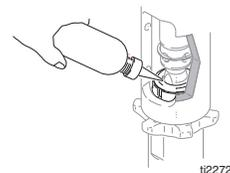

図 12
3. (図 12) パッキン・ナットに Graco の TSL を注入します。